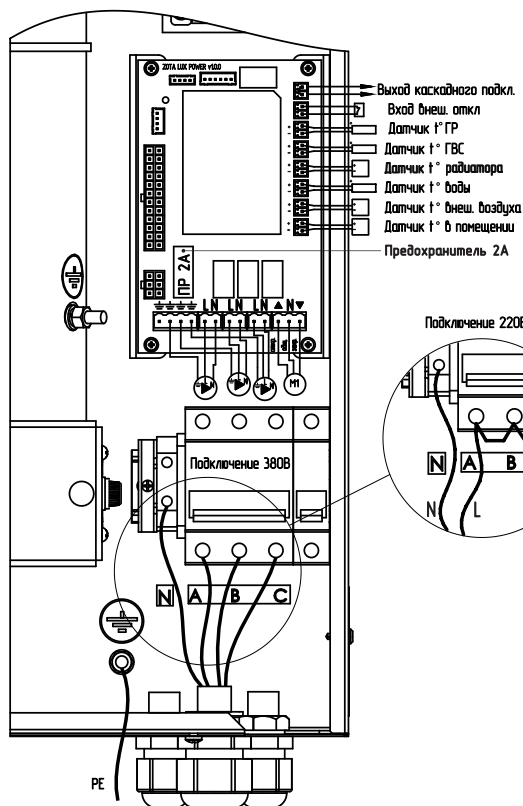

Рис. 3 Схема подключения электроводонагревателя
Схема присоединения электроводонагревателя к питающей сети, датчикам температуры, циркуляционному насосу и клапану приведена на Рис.3.
• Подключить электроводонагреватель к трехфазной сети переменного тока 380 В, 50 Гц, для этого присоединить рабочий нулевой провод на клемму нейтраль (N) электроводонагревателя, фазные провода на клеммы А, В, С вводного автомата. Защитный нулевой провод (РЕ) подключить на болт «ЗАЗЕМЛЕНИЕ» см. Рис.3;
• При питании электроводонагревателя от однофазной сети переменного тока 220 В, 50 Гц присоединить рабочий нулевой провод на клемму нейтраль (N) электроводонагревателя, а фазный на клеммы А, В, С вводного автомата, защитный нулевой провод (РЕ) должен подключаться к клемме «ЗАЗЕМЛЕНИЕ» см. Рис.3. Для соединения клемм А, В, С вводного автомата в комплекте имеется специальная перемычка (только для ZOTA «Solid»-4,5; ZOTA «Solid»-6; ZOTA «Solid»-7,5; ZOTA «Solid»-9), которая устанавливается на вводных клеммах автомата (см. Рис.3);
• Присоединить датчики температуры воздуха помещения (tдатч1) и на улице (tдатч2) к колодкам на блоке управления, проводом с сечением не менее 0,5 кв.мм и длиной до 20 м как показано на Рис.3. Необходимо строго соблюдать полярность, обозначенную на схеме при подключении датчиков температуры. Маркировка проводов датчиков температуры воздуха: красный (+), синий (-).
- Присоединить провода (L,N,заземление) от насосов к соответствующим контактам на клеммной колодке котла как показано на Рис.3. Мощность, потребляемая каждым насосом не должна превышать 200 Вт.
- При необходимости присоединить провода (откр_общ_закр) от двигателя трехходового смешивающего клапана к соответствующим контактам на клеммной колодке котла как показано на Рис.3. Мощность двигателя привода не должна превышать 20 Вт при напряжении ~220 В.